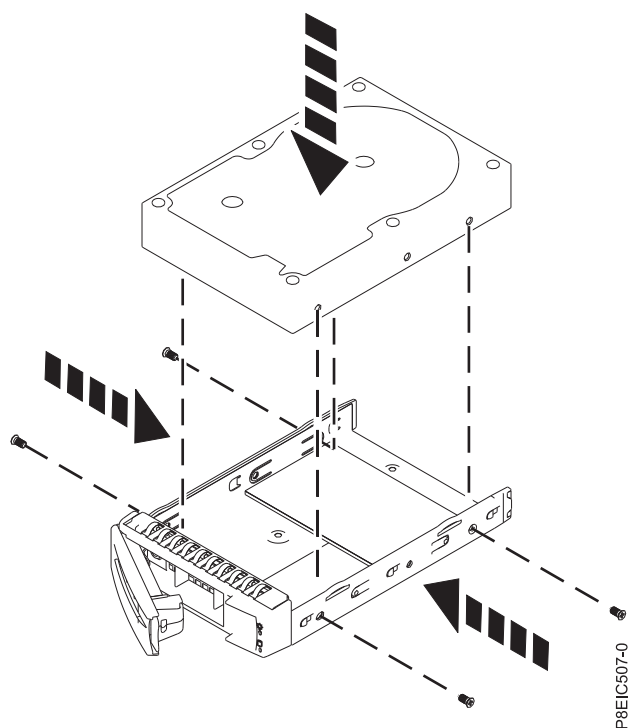

図 4. 3.5 型ドライブのトレイへの取り付け
- 3.5 型ドライブは、トレイ全体に収まります (図 4 を参照)。ドライブをトレイの側面に 4 本のねじ (各側面に 2 本) で固定します。